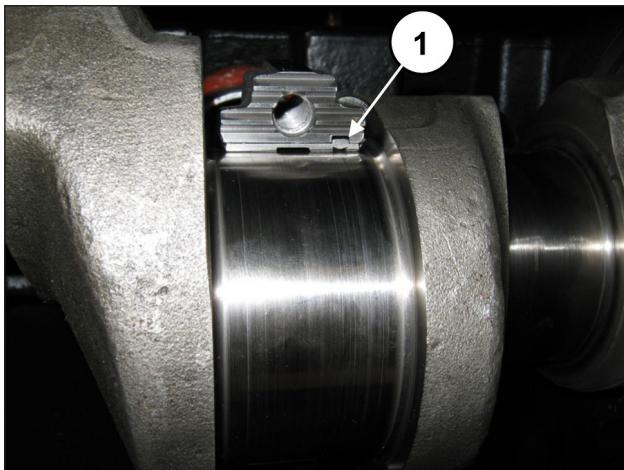

Fig. 68
Pour monter correctement les demi-coussinets, s'assurer que la languette de repère des demi-coussinets se trouve dans son logement sur la demi-bielle (rep. ①, Fig. 68).